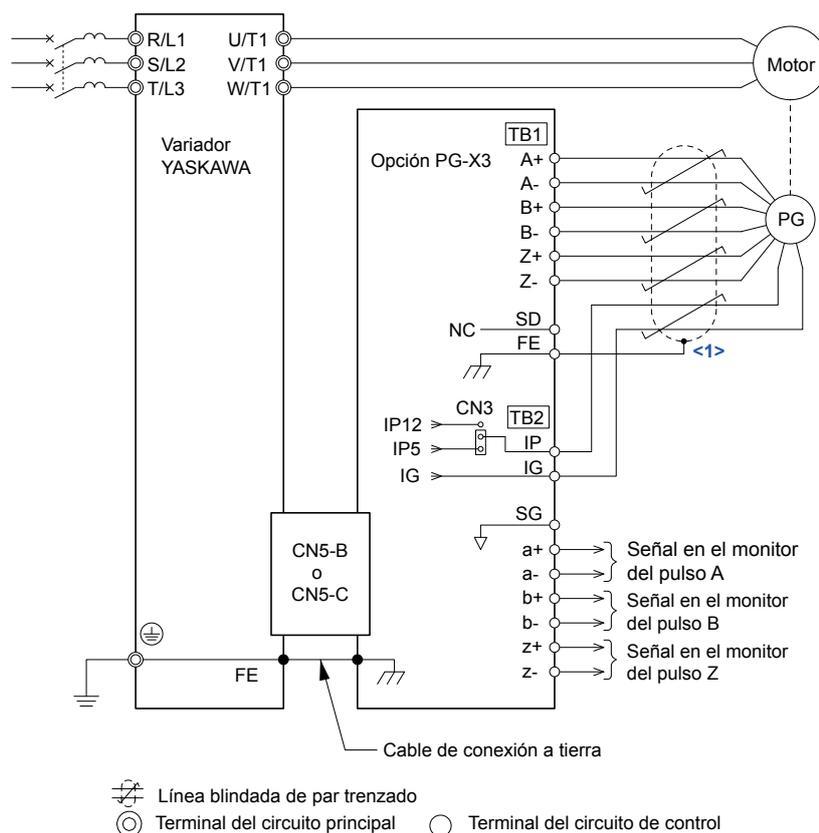

Figura 7.11 Diagrama de la opción PG-X3 y la conexión del codificador
5. Cablee el encoder PG del motor hasta el bloque de terminales de la opción. Consulte las instrucciones de cableado en la Figura 7.7 y la Figura 7.11. **Refiérase a Funciones de terminales de la opción PG-B3 PAG. 256** para obtener una descripción detallada de las funciones del terminal de opciones.